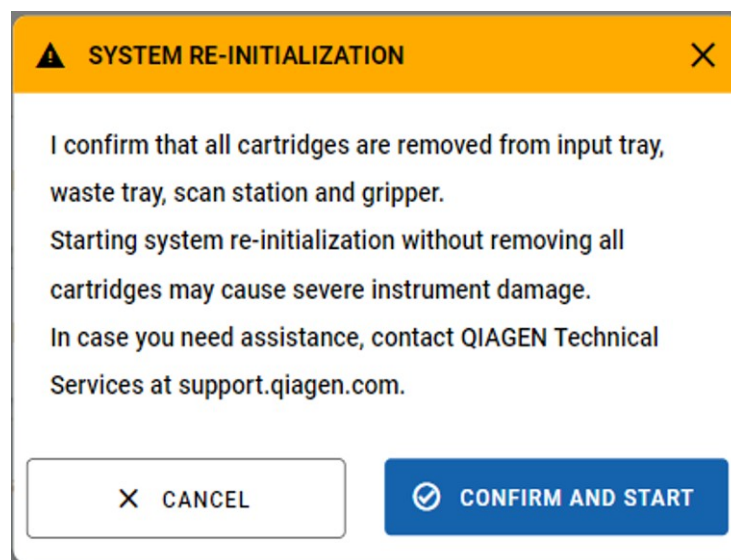

Bild 86. Skärmen Manual recovery confirmation (Manuell återställningsbekräftelse).
7. Se till att alla kassetter förutom de som körs i AM:er tas bort från systemet (Bild 86).